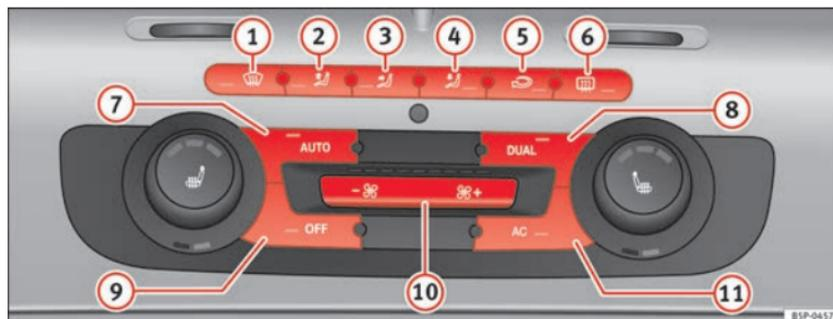

Fig. 111 Sulla plancia portastrumenti: i comandi del Climatronic 2C
- Girare le rotelle di regolazione della temperatura ⇒ fig. 111 9 o 14 per regolare rispettivamente la temperature della zona sinistra o della zona destra dell'abitacolo.
- Premere il tasto **AUTO** ⇒ pag. 159, fig. 111. Nel display della radio viene visualizzato "AUTO High" (velocità del ventilatore alta).
- Premere di nuovo il tasto **AUTO** ⇒ pag. 159, fig. 111. Nel display della radio viene visualizzato "AUTO Low" (velocità del ventilatore bassa).